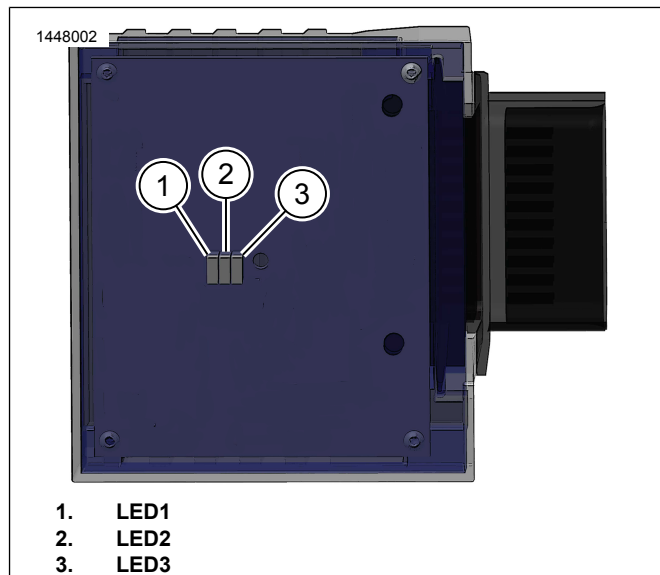

Figura 4. RIO LEDs
- a. Vea la Figura 4. RIO-ESC contiene tres LED expuestos en la parte posterior: estos son más fácilmente visibles al desenganchar desde la RIO-ESC base del asiento. La correa del cable en RIO-ESC el arnés debe ser reemplazada si se corta.
- b. Consulte Figura 4 y Tabla 3 para obtener más información sobre los códigos de evento. Varios eventos están interrelacionados.